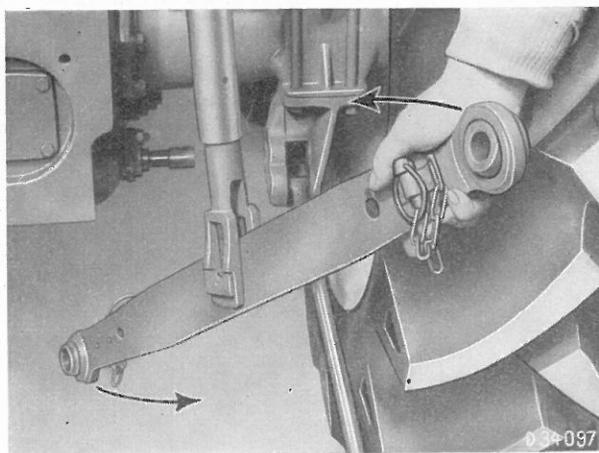

fig. 122 Retourner les tirants inférieurs
Pour l'emploi indépendant ou simultané d'autres outils portés (barre de coupe, chargeur frontal etc.), il faut utiliser des distributeurs auxiliaires (fig. 122 et 113).
- b) détacher du tracteur les deux tirants inférieurs, les retourner (fig. 122) et les remonter sur le tracteur. Défaire et garder les douilles des tourillons.